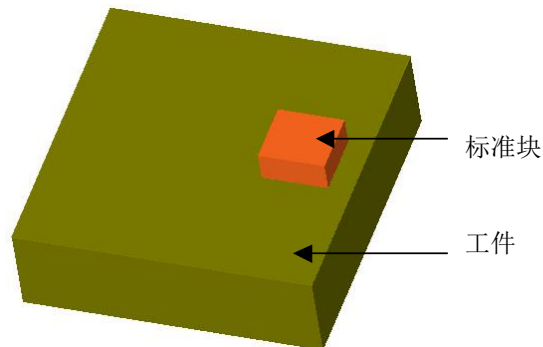

图 4-10 利用标准块对刀
原点是刀具运动的一个参照点。假如把刀具路径的原点定义为 X、Y 的左下角、Z 方向定义为 0 点，如图 4-10 所示，那么刀具路径上的其他点就以这个点为参照点来确定相对位置。刀具在雕刻中就以这些点相对于原点的参数进行加工。这样刀具路径与工件毛坯的相对位置关系才能够得以保证。
(3) 工件表面不允许划伤, 此时需要借助其他辅助工具, 比如将一个标准厚度的标准块或标准刀杆放置在工件表面, 然后在标准块上对刀, 然后在 Z 轴坐标值上减去标准块或刀杆的尺寸, 即为工件的 Z 轴原点。如图 4-10 所示。